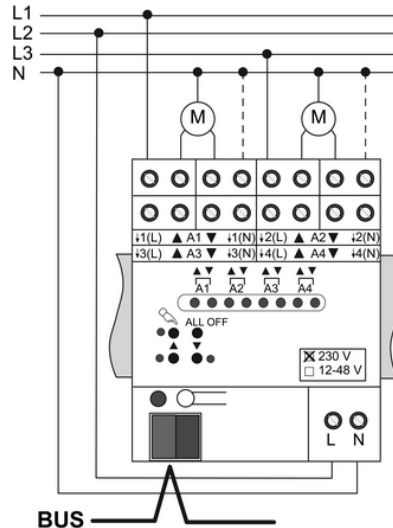

Figura 5
- Collegare il cavo bus con l'apposito morsetto (figura 5).
- Collegare l'alimentazione di rete (figura 5).